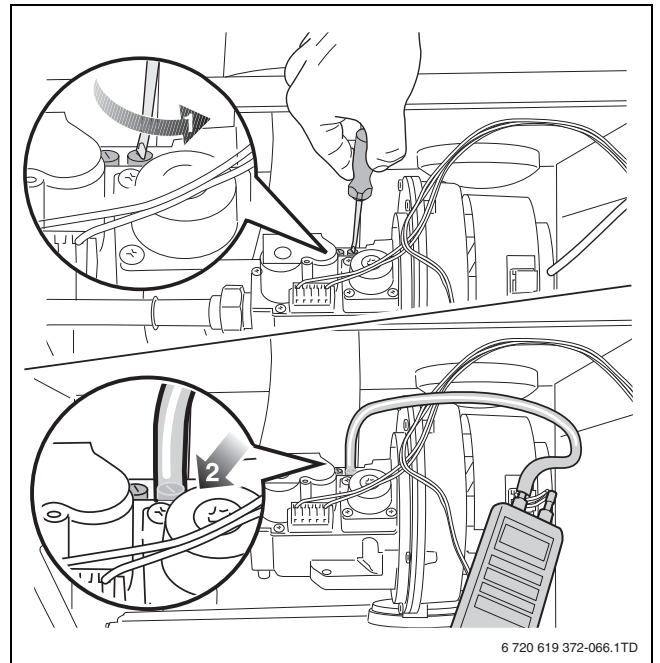

Bild 71 Gas/Luft-Verhältnis kontrollieren
- Verschlusschraube am Messstutzen für Düsendruck 2 Umdrehungen lösen (→ Bild 71, Schritt 1).
- Plusanschluss des Druckmessgerätes mit einem Schlauch mit dem Messstutzen für Düsendruck verbinden (→ Bild 71, Schritt 2).